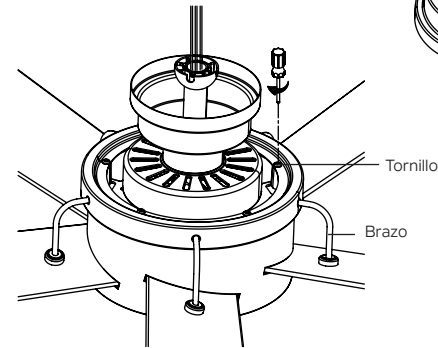

Figura 12
Paso 3. Coloque el volante décor sobre el motor como se muestra, alinee los orificios del volante décor con los orificios del conjunto del motor y asegúrese de que los cinco brazos estén colocados correctamente en los orificios de los ojales en las tapas de las tuercas, apriete firmemente con los cinco tornillos que se encuentran en el paquete de accesorios. (Figura 12)